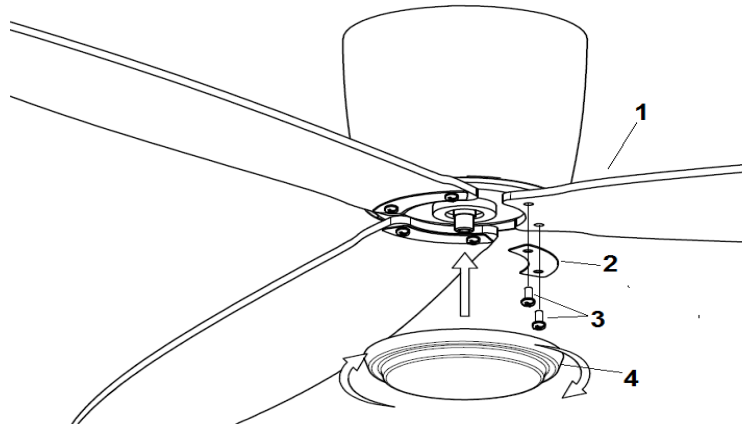

Fig. 10
- 최종적으로 모터 모듈 덮개(4)를 모터 모듈에 시계 방향으로 돌려 설치합니다. Fig. 10